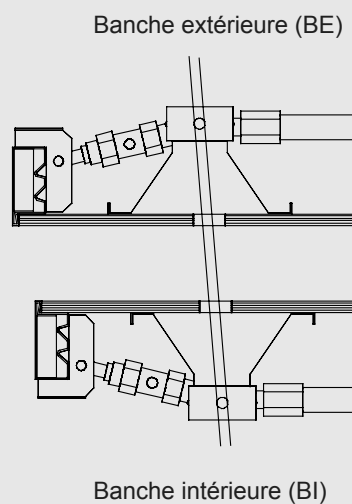

Fig. 6-2
- = avec BE : trou d'ancrage déplacé en direction du milieu du panneau (voir fig. 6-2).